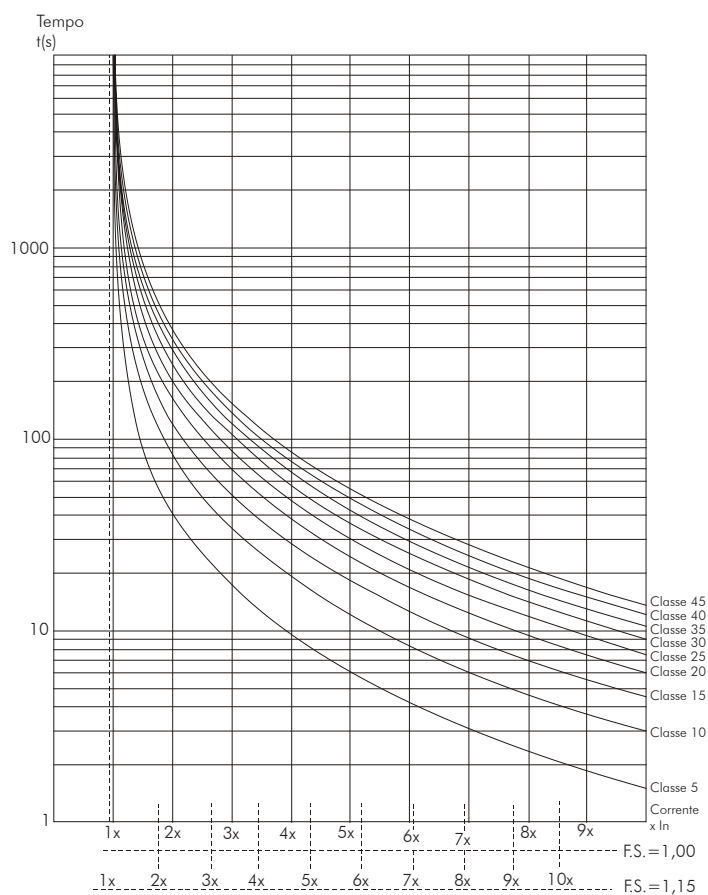

Figura 5.26 - Classes de disparo para proteção do motor a frio
A figura 5.26 apresenta a curva de desarme para todas as classes considerando um fator de serviço (F.S.) igual 1,00 e 1,15.
Utilize os dados encontrados no exemplo anterior (6 x In) e o tempo de 6 s (figura 5.26) para encontrar a classe de disparo mínima necessária para partir o motor a frio, conforme descrito no parâmetro P640.
1) Na figura 5.26 verificamos a mínima classe de disparo que irá possibilitar a partida. Para $4 \times I_n @ 25$ s, adotamos a curva mais próxima acima: Classe 15.